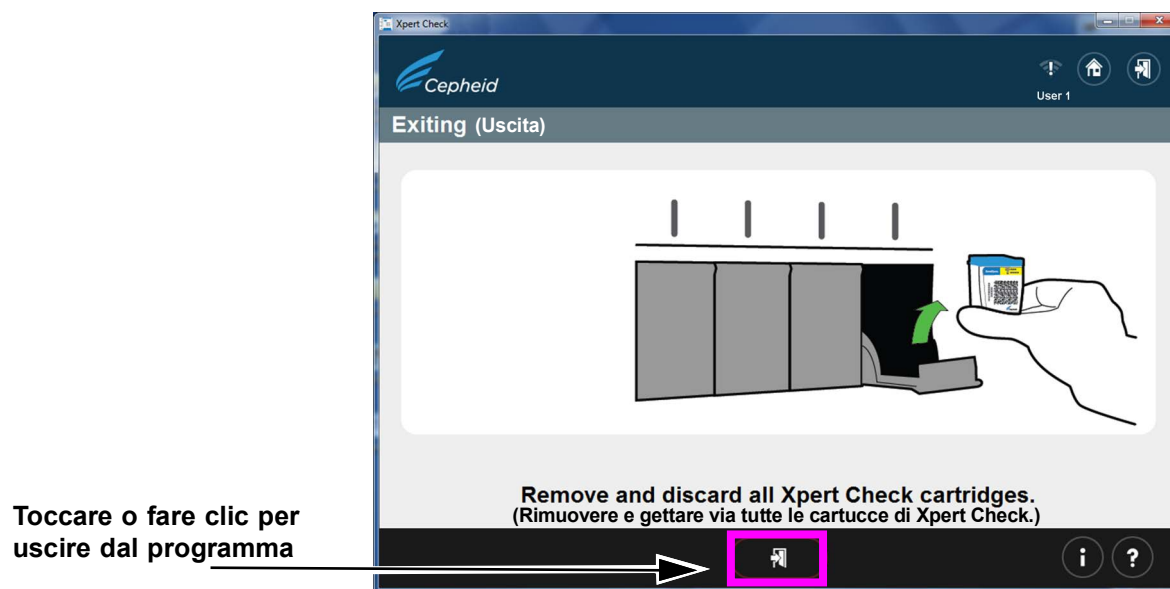

Figura 2-39. Schermata Uscita
- Al termine del test, appare la schermata Uscita (Exiting) con il messaggio **Rimuovere e gettare via tutte le cartucce Xpert Check (Remove and discard all Xpert Check cartridges)** (vedere la Figura 2-39).